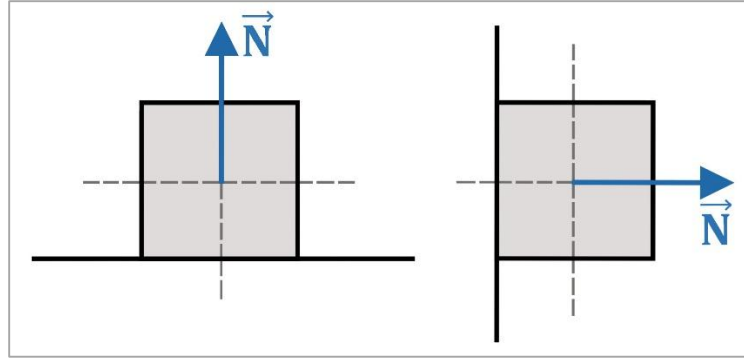

Figura 1. Fuerza normal.
- **Fuerza normal (\vec{N}):** Es la fuerza que ejerce toda superficie sobre un cuerpo que está en contacto con ella. Se denomina normal porque esta fuerza siempre actúa de manera perpendicular a la superficie (ver figura 1).